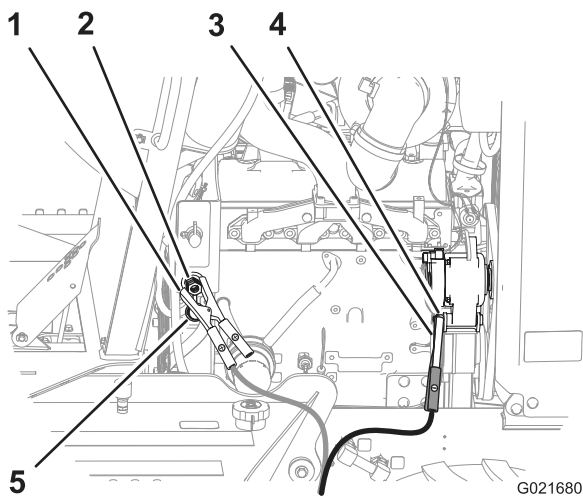

Figure 56
4. Retirez le capuchon de la borne de la batterie déchargée (Figure 56)
5. Branchez le câble de démarrage positif (+) à la borne de démarrage de secours (Figure 56).
6. Branchez le câble de démarrage négatif (-) à un point de masse, tel l'écrou au point de pivotement de l'alternateur (Figure 56).